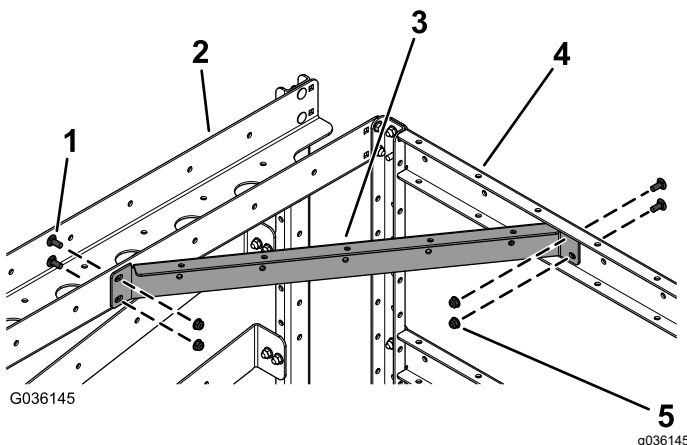

Figura 8
7. Instale el soporte transversal en el soporte delantero (con 2 orificios a cada lado) y en el soporte de tubos con 4 pernos de cuello cuadrado (5/16" x 3/4") y 4 tuercas con arandela prensada (5/16"), tal y como se muestra en la Figura 8.